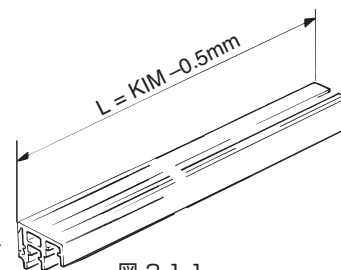

図 3-1-1
- ①上レール (⑬・⑭) および下レール (⑮・⑯) を切断します (図 3-1-1)。